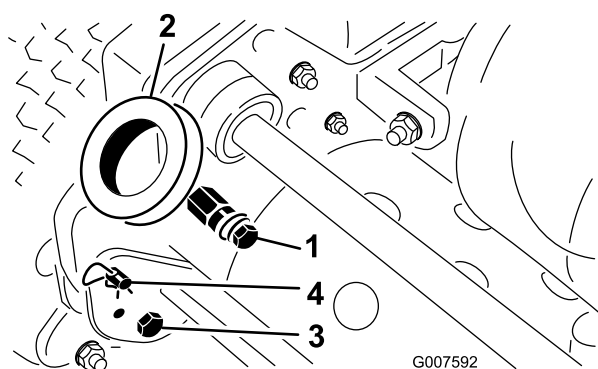

Figura 2
1. Retire os parafusos, porcas de bloqueio e anilhas da parte inferior dos braços do manípulo de cada lado da máquina (Figura 2).
2. Retire as chavetas e ganchos de anel que prendem os braços do manípulo para a parte posterior do chassis (Figura 2).
3. Insira as extremidades do manípulo através dos orifícios nos braços do manípulo e alinhe os furos com os pinos de montagem (Figura 2).
1. Retire a chaveta do gancho de anel em cada lado da máquina (Figura 2).
2. Enquanto segurar no manípulo, retire o gancho de anel de cada lado e suba ou desça o manípulo até o colocar na posição desejada para a sua utilização (Figura 2).